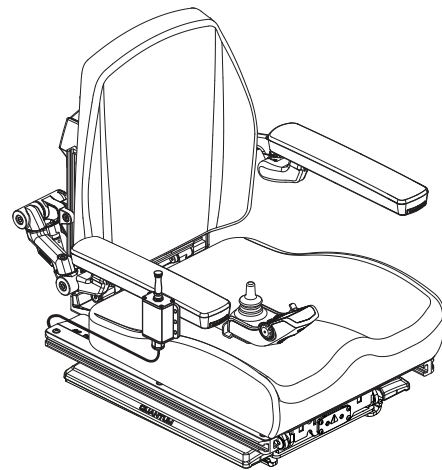

Bild 18. Kippschalter des elektrischen Sitzhöhenverstellers
1. Drücken Sie den Kippschalter nach vorne, um den Sitz zu heben. **Siehe Bild 18.**